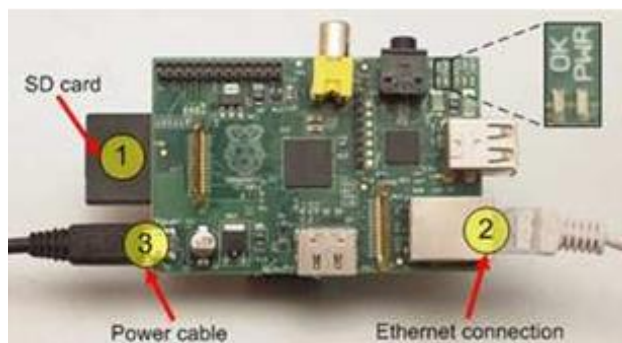

Рис. 3. Необходимые подключения Raspberry Pi
10. После установки ОС вставить SD карту в приемник Raspberry Pi, подключить компьютер к сети и подать питание на компьютер RPi, как показано на рис. 3.